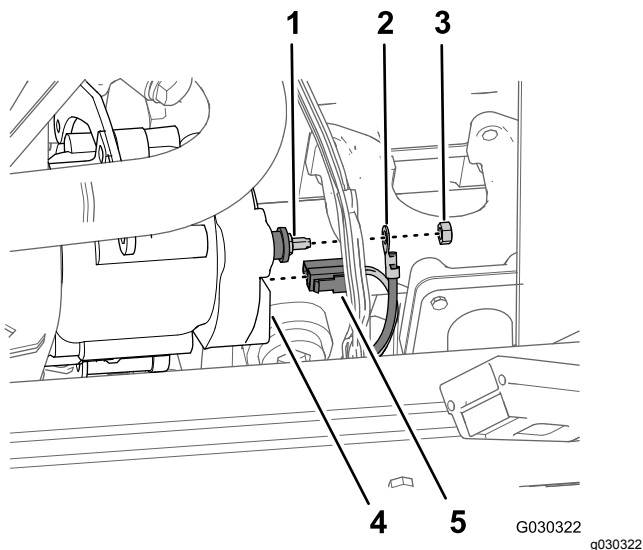

図 241
1. エンジンルームの左側で、プラス端子についているバッテリーケーブルのリング端子を固定しているナット6mmを外す 図 241。
2. オルタネータの後部で、オルタネータの2ブレードコネクタから、エンジン用ハーネスの2ソケットコネクタを外す 図 241。